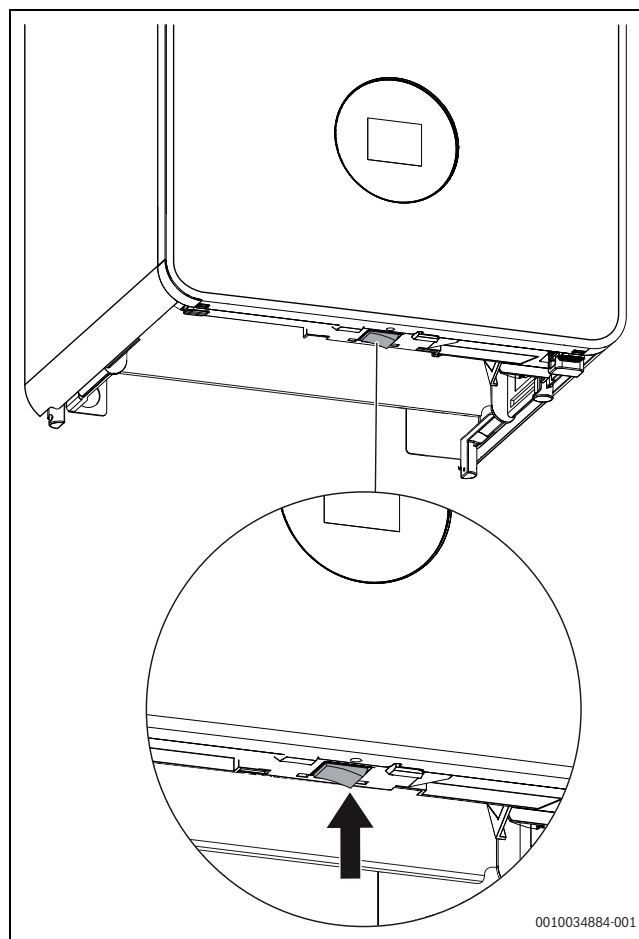

Fig. 1 Interruptor on/off
- Desligar o aparelho no interruptor para ligar/desligar (→ fig. 1, página 4).